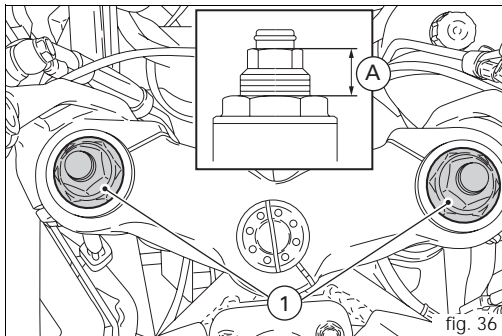

fig. 36
- 1) (fig. 36) pour modifier la précontrainte des ressorts intérieurs.
Précontrainte du ressort (A, fig. 36) : 16 mm
Précontrainte du ressort (A, fig. 36) : 10 ÷ 25 mm